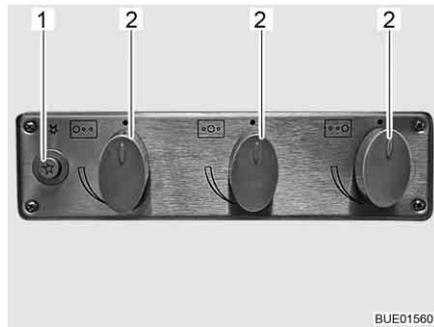

Fig. 166 Elementi di comando del fornello a gas
- Ruotare il pomello girevole (Fig. 166,2) dell'impianto a fiamma libera desiderato in posizione accesa (fiamma alta).
- Premere il pulsante a pressione (Fig. 166,1). Il dispositivo di accensione produce delle scintille. Si sente un clic.